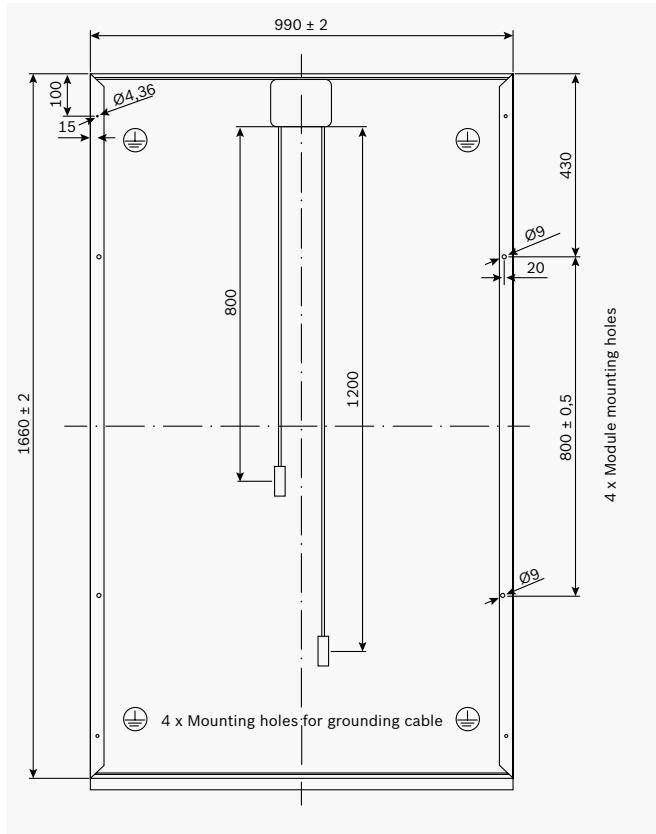

Figure 1 : arrière c-Si M 60 et M 60 S, P 60, fabricants 14, 17 et 23
- ▶ Positionner les alésages de montage selon les **figures 1 à 2**.
- ▶ Position des alésages de mise à la terre selon les **figures 1 à 2**.